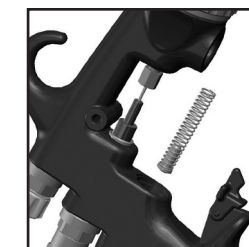

Fig. 29
4. Déposer le ressort avec sa virole. (voir fig. 29).
9. Insérer le ressort neuf en insérant d'abord l'extrémité portant la virole d'appui en plastique. (voir fig. 29).